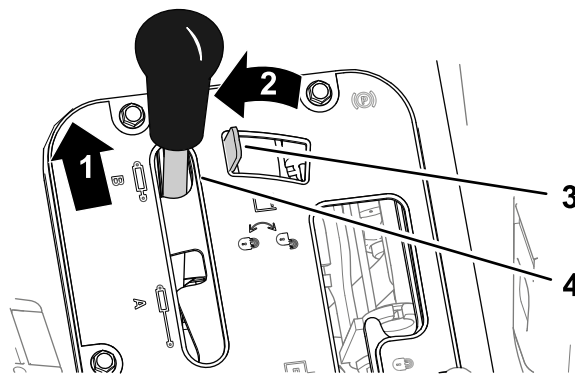
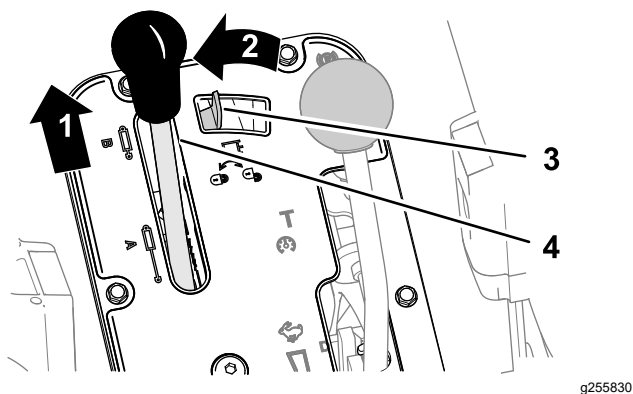

Figura 89
Figura 90
1. Empuje hacia delante la palanca de elevación hidráulica (Figura 89 o Figura 90).
- Mueva el bloqueo de elevación hidráulica hacia la izquierda para accionar el bloqueo (Figura 89 o Figura 90).